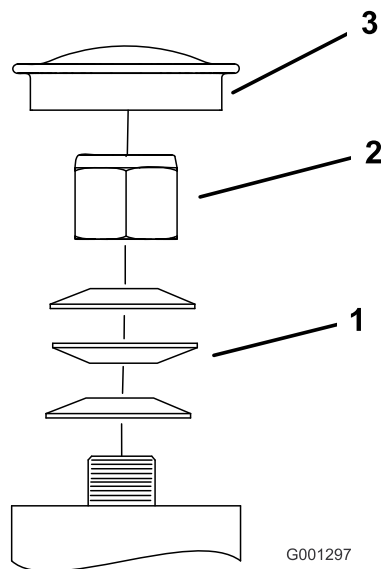

Figura 69
3. Retire el tapón guardapolvo de la rueda giratoria y apriete la contratuerca (**Figura 69**).
4. Apriete la contratuerca hasta que las arandelas de muelle estén planas, luego afloje $\frac{1}{4}$ de vuelta para establecer la pre-carga correcta de los cojinetes (**Figura 69**).
Importante: Asegúrese de que las arandelas de muelle están correctamente instaladas, según se muestra en **Figura 69**.
5. Coloque el tapón anti-polvo (**Figura 69**).